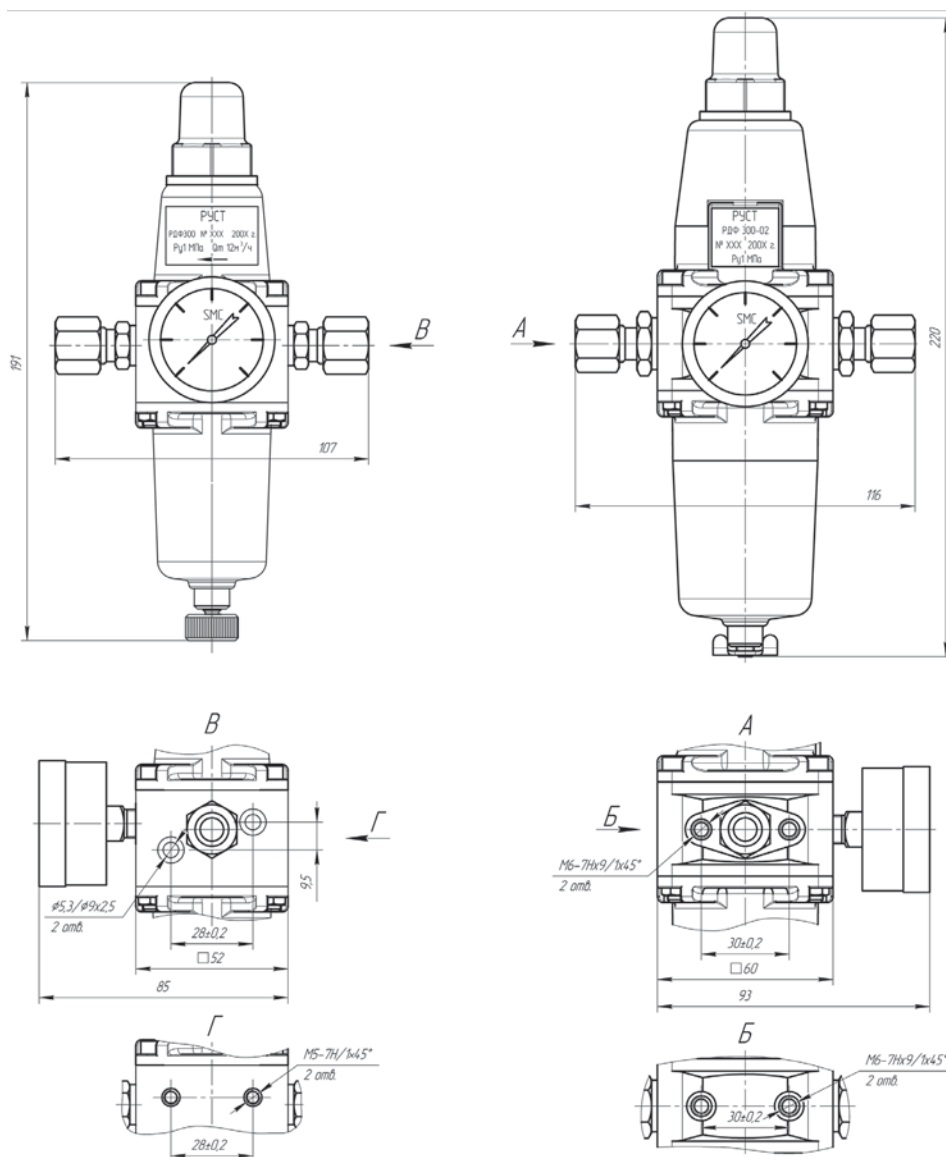

Рис. 63. Конструкция и габаритные размеры РДФ 300 G1/8
Воздух от пневмомагистрали (рис. 63) подается через входной штуцер в полость М, образованную стаканом (1) и фильтроэлементом (2). Очищенный воздух из полости N при открытии нижней дроссельной пары клапана (3) подается потребителю через выходной штуцер. Входной и выходной штуцера одинаковы и имеют присоединительную резьбу G1/8, G1/4". Через дроссель D выходное давление подается в подмембранную полость R, уравнивая усилие, заданное пружиной (4) при помощи регулировочного винта (5). После регулировки винт (5) закрывается крышкой. При перегрузке выходное давление пересиливает пружину, поднимает мембрану, а вместе с ней и седло (6) сбросной части клапана (3), обеспечивая сброс воздуха в атмосферу через отверстие К крышки (7). Слив конденсата обеспечивается отпиранием пробки (8). В стандартном исполнении РДФ комплектуется манометром (9), по заказу имеется возможность установить манометр и на входе в РДФ.